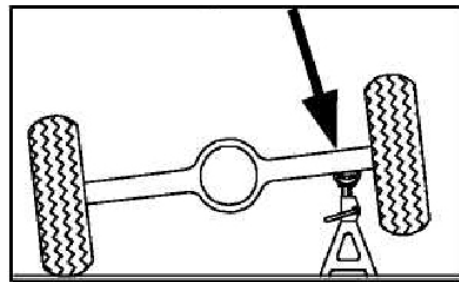

Рис. 1
1. Данное устройство предназначено только для подъема грузов. Груз должен поддерживаться другими подходящими устройствами, например, стационарными стойками (см. рис. 1).